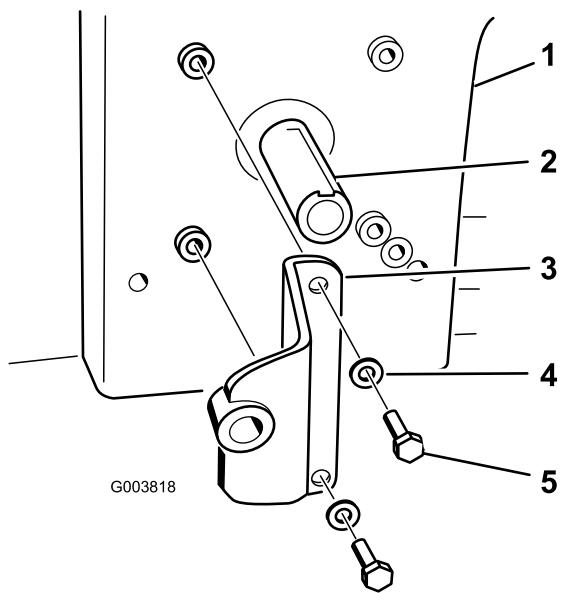

图 18
4. 用 2 个螺栓  $5/16 \times \frac{3}{4}$  英寸和 2 个垫圈  $\frac{3}{8}$  英寸将泵支架安装到发动机上。请参阅 图 18 了解泵支架的正确安装位置。